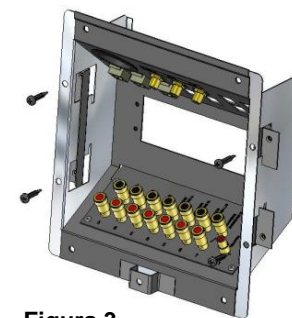

Figura 3
- F. Una vez que todos los cables están sujetos a la parte trasera del HECC, inserte el HECC en la abertura de la pared y deslice un gancho modificado dentro de la ranura en cada lado del HECC, y luego utilice tornillos de pared "drywall" en los dos orificios centrales en cada reborde lateral para asegurar el HECC a los ganchos (ver la **Figura 3**).